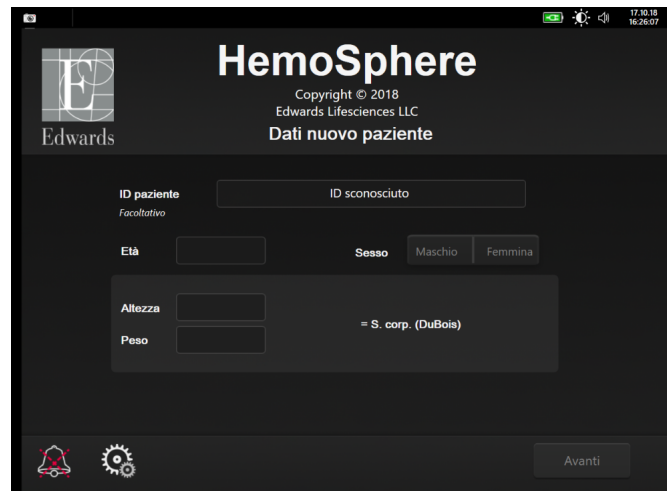

Figura 6-2 Schermata Dati nuovo paziente
- 5 Appare la schermata **Dati nuovo paziente**. Vedere la figura 6-2.